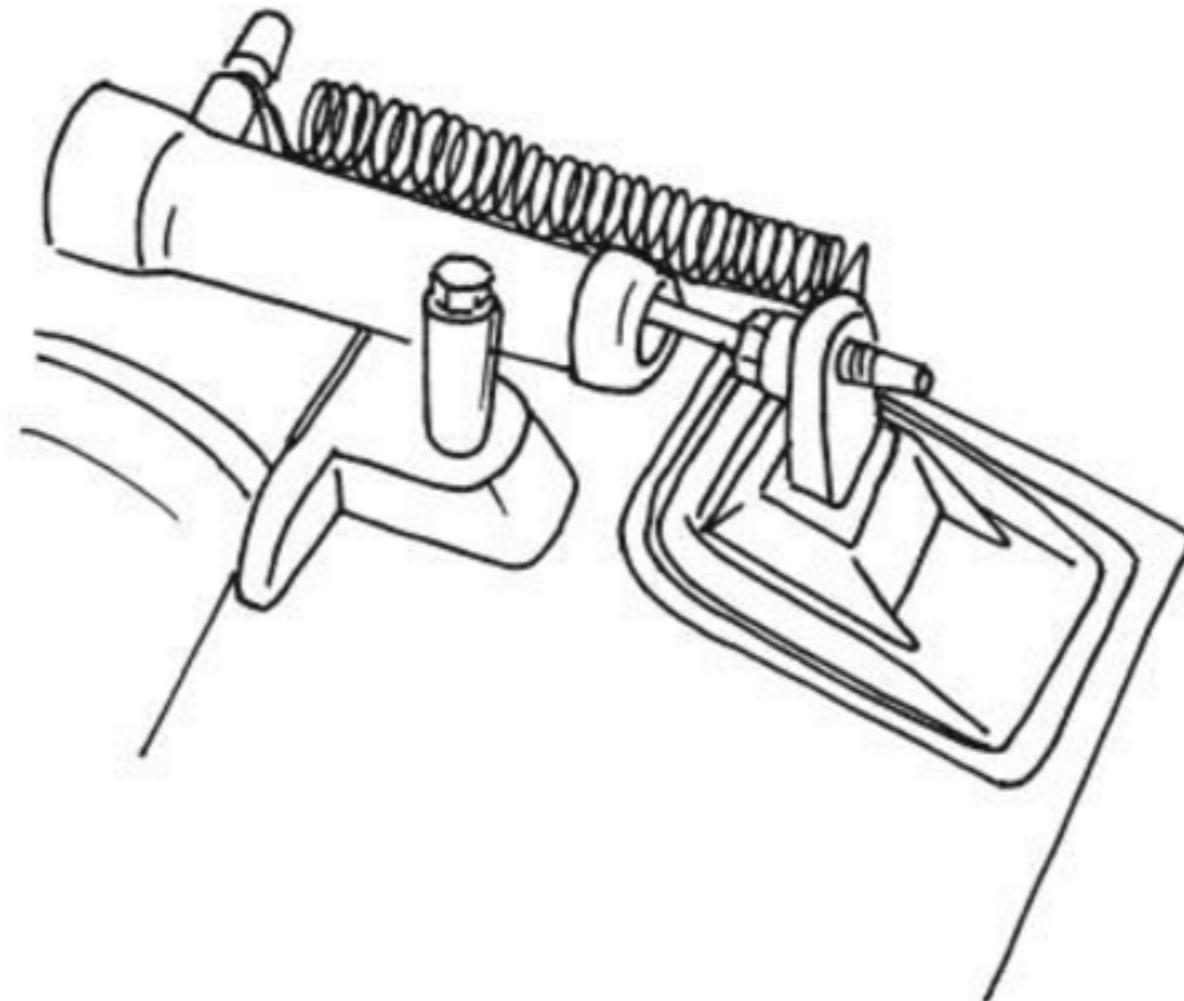

Рисунок 7. Толкатель вилки выключения положения сцепления
- смазать резьбу специальной смазкой (рис. 7).